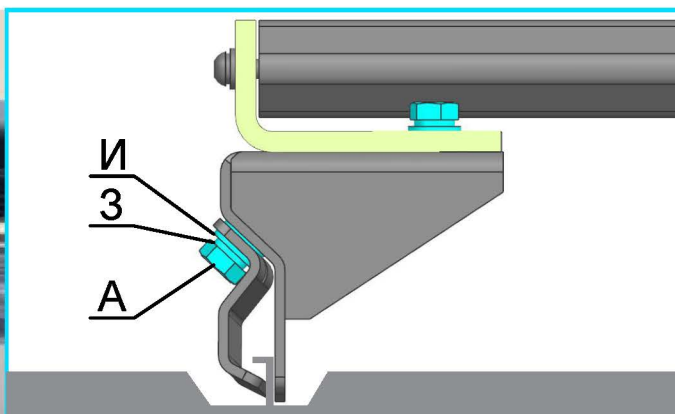

Рис.13
9. Зафиксируйте багажник на крыше с помощью Зажимов угловых (Поз.12) и Зажимов центральных (Поз. 13), используя Болты 8x25 (Поз. А), Шайбы 8 гровер (Поз. 3) и Шайбы 8 (Поз. И), как показано на Рис.13